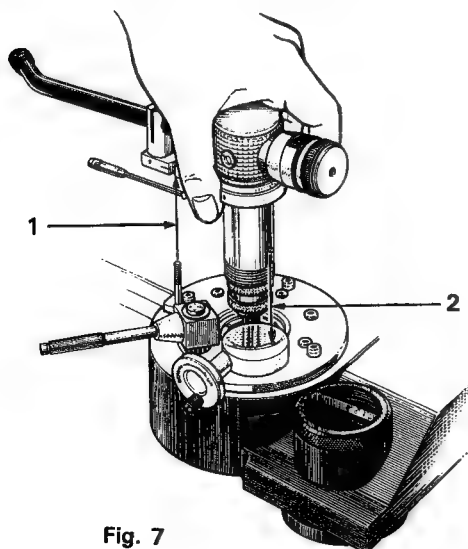
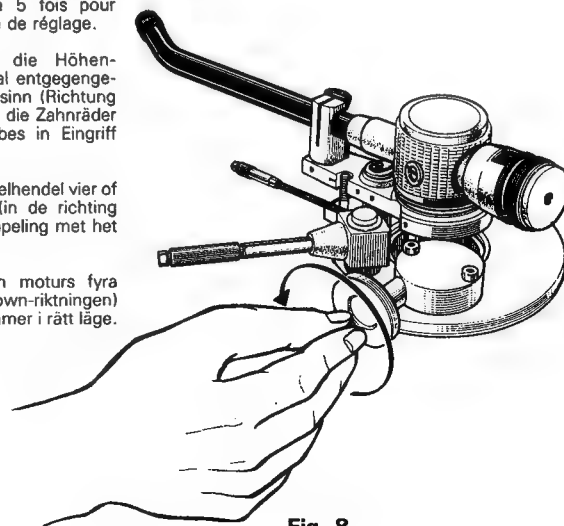

Fig. 7
Fig. 8
2. Mettre le calibre de réglage de la hauteur dans l'axe de l'encoche du support de bras et introduire le bras dans son socle avec précaution (Fig. 7). Tourner la molette de réglage de la hauteur dans le sens inverse des aiguilles d'une montre (en position de descente) quatre ou cinq fois, pour engager l'engrenage de réglage (Fig. 8). Régler la hauteur du bras après avoir monté la cellule (voir page 16).
2. Die Tonarm-Höheneinstellskala gemäß Fig. 7 auf den Gewindestift der Tonarm-Auflagestütze ausrichten und den Stift an der Führungshülse in die entsprechende Nut des Tonarmlagers einpassen, wie aus Fig. 7 ersichtlich ist. Dann die Führungshülse vorsichtig bis zum Anschlag nach unten schieben. Dann die Kurbelscheibe für die Höheneinstellung vier - bis fünfmal entgegengesetzt dem Uhrzeigersinn (Richtung "DOWN") drehen, bis die Zahnräder des Zwischengetriebes in Eingriff sind, wie Fig. 8 zeigt. Die endgültige Höheneinstellung des Tonarmes erfolgt erst nach Montage des Tonabnehmersystems (Siehe Seite 16).
2. Breng de toonarm hoogte-instelmal in lijn met de uitsparing van de armsteun en steek de toonarm voorzichtig in de toonarm basis. (Zie figuur 7). Draai de hoogte-instelhendel linksom (in de richting "DOWN"), ongeveer vier of vijf slagen, om contact te maken met het instel-tandwiel. (Fig. 8) Stel de hoogte van de toonarm in na het aanbrengen van het element (zie pagina 17).
2. För försiktigt in tonarmen i tonarmsbasen (bild 7). Vrid höjdjusteringsratten moturs fyra eller fem varv (i Down-riktningen) så att kuggarna kommer i rätt läge (bild 8). Justera tonarmshöjden först efter montering av pickupen (se sid 17).